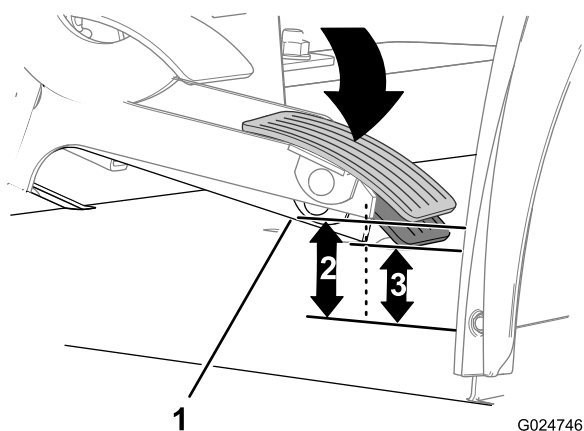

Figura 43
1. Con il pedale dell'acceleratore sollevato, misurate la distanza tra l'angolo inferiore rivolto all'indietro del braccio del pedale dell'acceleratore e il pavimento (Figura 43).
2. Esercitate una leggera pressione sul pedale dell'acceleratore fino a eliminare il gioco tra il pedale dell'acceleratore e il cavo dell'acceleratore (Figura 43).
3. Mantenendo il pedale in posizione per eliminare il gioco, misurate la distanza tra l'angolo inferiore rivolto all'indietro del braccio del pedale dell'acceleratore e il pavimento (Figura 43).